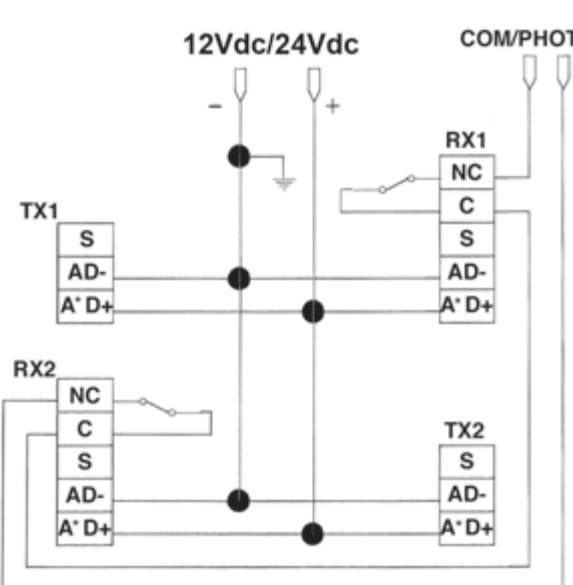

Fig. 3
### AVEC ALIMENTATION EN COURANT CONTINU 12Vdc/24Vdc POUR 1 OU 2 COUPLES DES PHOTOCELLULES (Fig. 3)
C'est le seul cas où il n'existe aucun synchronisme. Il est indispensable d'effectuer le branchement illustré dans la Fig.3 (avec des bornes RIB).
**Fonctionnement sans synchronisme** (fig.3): interposer un obstacle d'abord devant le transmetteur et ensuite devant le récepteur. S'assurer que le voyant lumineux ROUGE du récepteur s'éteint bien dans les deux cas.